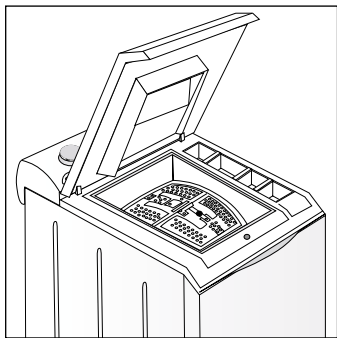
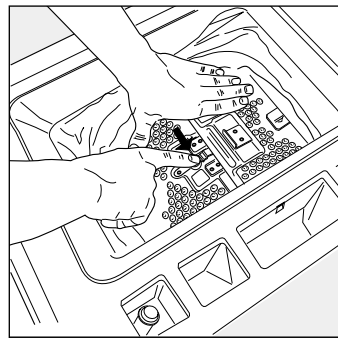

fig. 8
fig. 9
Als in de display (fig. 2:6) het woord **END** verschijnt is het programma klaar en kan de vuldeur na een paar minuten geopend worden. Zet de programmaknop (fig. 9) op Stop en sluit de watertoevoer af.
Doe het deksel van de machine omhoog (fig. 8), open de trommel (fig. 9) en neem het wasgoed er uit.
- Til de deksel op om de machine te openen en om toegang tot de trommel te krijgen (fig. 8).
- Druk de rode trommel sluiters omlaag zodat er twee kleppen vrij komen (fig. 9).
- Kies met de programmakiezer (fig. 9) een programma.